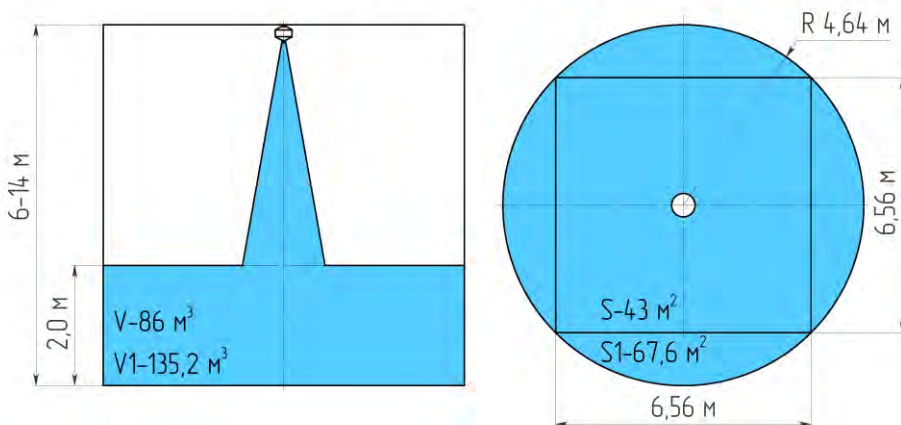

Рисунок 1 – Конфигурация зоны защиты модуля МПП для очагов класса «А»
2.2 Огнетушащая способность и конфигурации распыла порошка МПП «Гранат-12» в защищаемой зоне при тушении очагов пожара классов «А» приведена в табл. 2 и на рис.1.